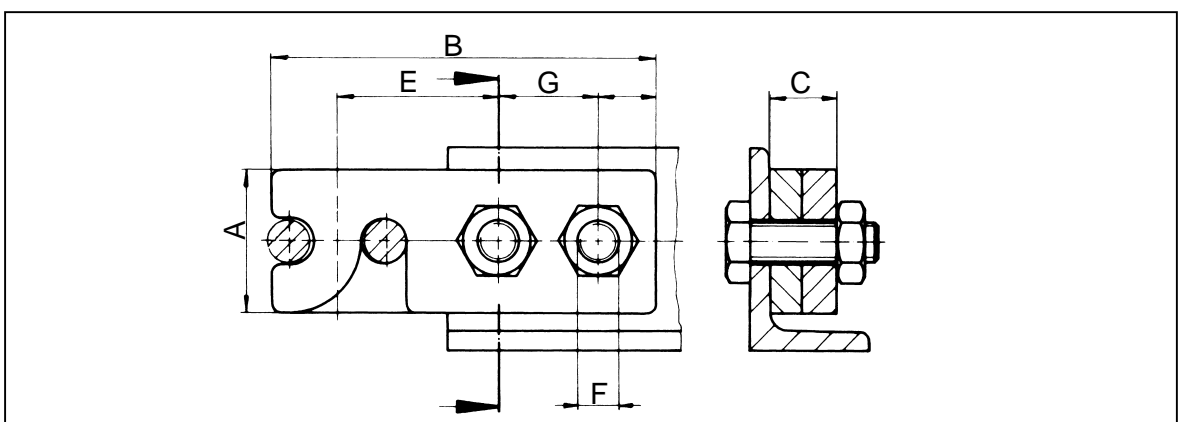

Bild 3
3. Mitnehmerteile so verschieben, dass kein Spiel zur Kette entsteht(Bild 3).